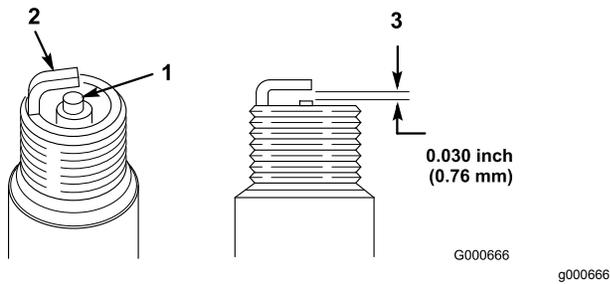

Bild 29
- Sehen Sie sich die Mitte der Zündkerze an (Bild 29). Wenn der Kerzenstein hellbraun oder grau ist, ist der Motor richtig eingestellt. Eine schwarze Schicht am Kerzenstein weist normalerweise auf einen schmutzigen Luftfilter hin.
2. Prüfen Sie den Abstand zwischen der mittleren und der seitlichen Elektrode (Bild 29) und biegen Sie die seitliche Elektrode, wenn der Abstand falsch ist.